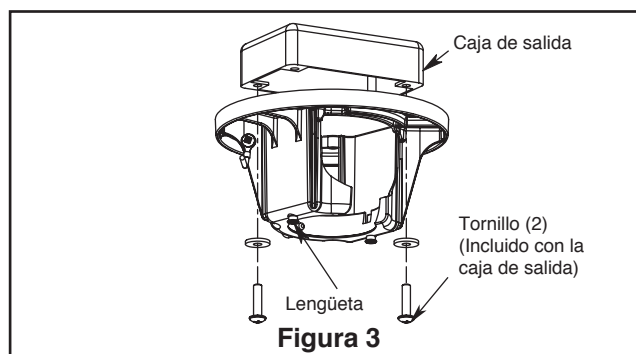

Figura 3
Uso del soporte (Figura 3)
1. Fije bien la abrazadera para colgar a la caja de salida con los tornillos y las arandelas provistas con la caja de salida. (Figura 3)
5. Asegure el control instalado en la pared en la caja de conexiones con los dos tornillos suministrados. A continuación, la placa frontal fija el control de pared con los dos tornillos pintados. (Figura 3)
3. Extraiga uno de los tres tornillos del placa de iluminación y guarde los tornillos para pasos posteriores. Afloje levemente los otros dos tornillos. (Figura 3)
3. Si se desea que el flujo del aire vaya en la dirección opuesta, apague el ventilador y espere a que se detengan las palas. Deslice la carcasa de la cubierta para visualizar el interruptor del reverso. (Figura 3)